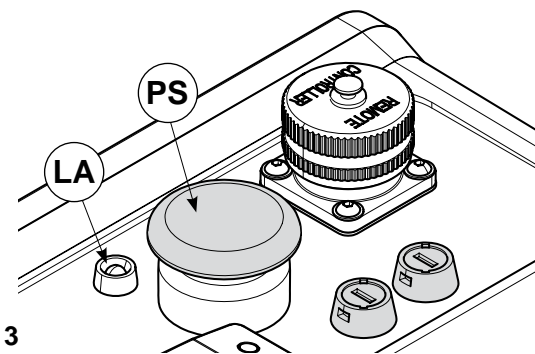

FIG. 3
- *En cas de besoin, appuyer à fond sur le bouton mécanique de décompression (PS) (Fig. 3) placé sur le groupe pour obtenir le retour de l'huile dans le réservoir même en absence d'énergie électrique.*
La pompe est équipée d'un système de diagnostique, l'allumage de la LED jaune (LA) Fig. 3 signale une éventuelle anomalie de fonctionnement et par conséquent **le blocage de la pompe.**
- L'ALLUMAGE DE LA LED JAUNE signale l'intervention de la protection thermique à l'intérieur du moteur électrique, normalement causé par une utilisation intensive et prolongée de la pompe. Pour rétablir le fonctionnement de la pompe, attendre le refroidissement du moteur, l'éteindre et ensuite l'allumer de nouveau par l'interrupteur général (IG).